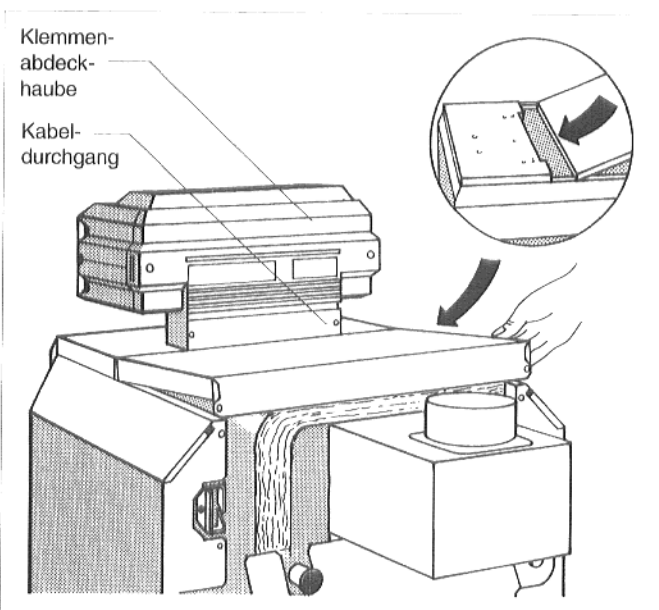

Abb. 15: Kessel und Regelgerät schließen
- Abdeckung des Kabeldurchgangs wieder am Regelgerät festschrauben (Abb. 15).
- Klemmenabdeckhaube wieder am Regelgerät festschrauben (Abb. 15).
- Hintere Kesselhaube mit den Laschen unter die vordere Kesselhaube schieben und hinten nach unten drücken (Abb. 15).